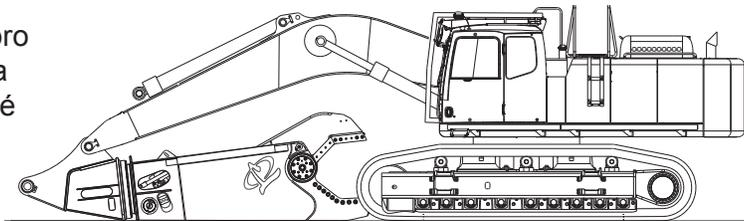

FIGURA 3-1
4. Com as maxilas da tesoura voltadas para a escavadora, posicione a escavadora, alinhando a lança ou a vara da escavadora com a ligação da articulação da lança ou da vara do suporte da tesoura (Ver **Figura 3-1**).